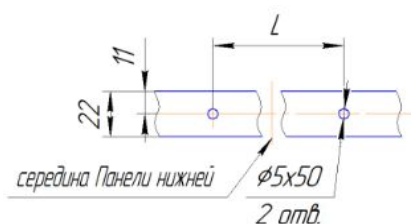
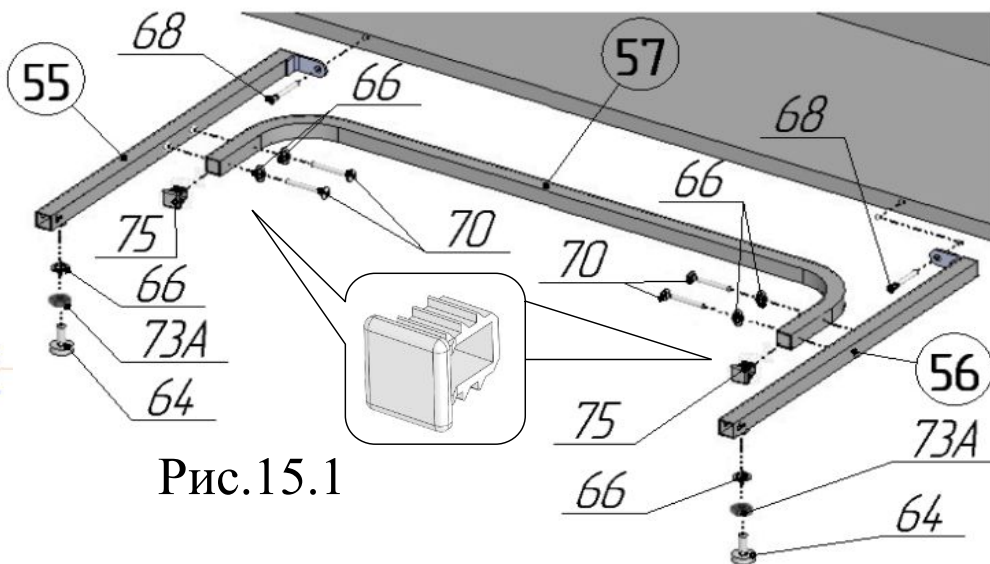
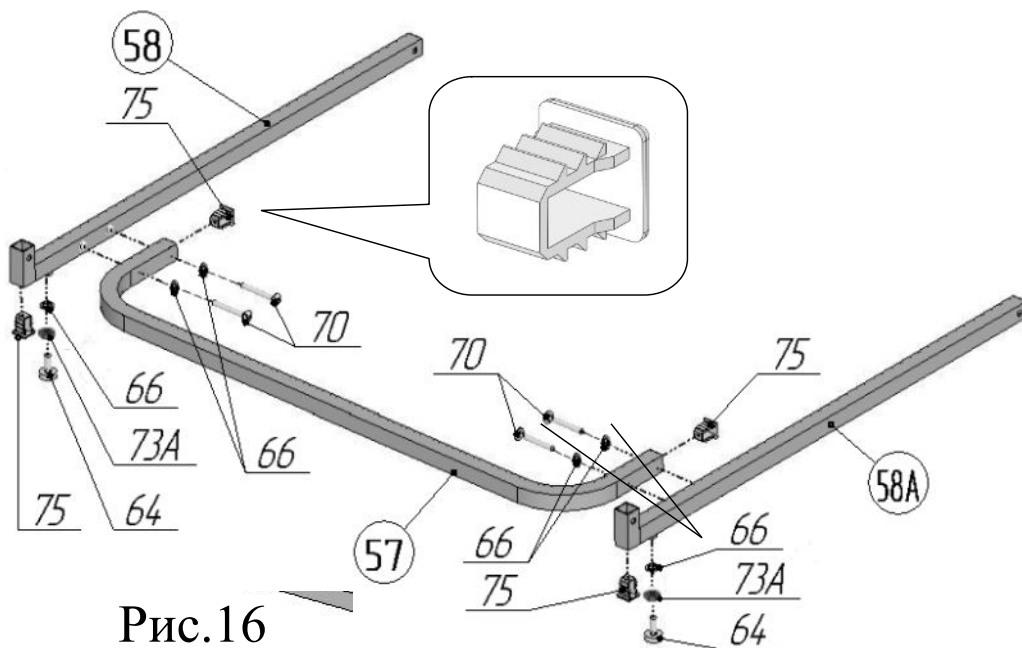

Рис.15.2
Рис.15.1
Рис.16
17. В торцы перемычки поз.57 вставить заглушки 20x20 поз.75 в соответствии с рис.15.1. К перемычке поз.57 присоединить упоры поз.55 и поз.56, используя винты М6х35 поз.70 и шайбы стопорные поз.66 в соответствии с рисунком 15.1. Во встроенные гайки упоров поз.55,56 ввернуть ножки поз.64, предварительно навинтив на них гайки М8 ГОСТ поз.73А и надев на стержни ножек шайбы стопорные поз.66. Просверлить в панели нижней поз.43 отверстия  $\phi 5 \times 50$  в соответствии с рис.15.2,  $L=648$ мм. Присоединить собранную конструкцию к корпусу с помощью винтов-конфирматов поз.68 (рис.15.1).
поз.58, 58А, используя винты М6х35 поз.70 и шайбы стопорные поз.66 в соответствии с рисунком 16. Во встроенные гайки ног поз.58 и 58А ввернуть ножки поз.64, предварительно навинтив на них гайки М8 ГОСТ поз.73А и надев на стержни ножек шайбы стопорные поз.66. В ноги поз.58 вставить заглушки 20x20 поз.75 в соответствии с рисунком 16. После окончательной сборки стола отрегулировать ножки поз.64, установленные в данном пункте и п.16. Затянуть гайки поз.73А таким образом, чтобы шайбы поз. 66 оказались прижаты к ногам поз.58, 58А (рис.16) и упорам поз.55,56 (рис.15.1).